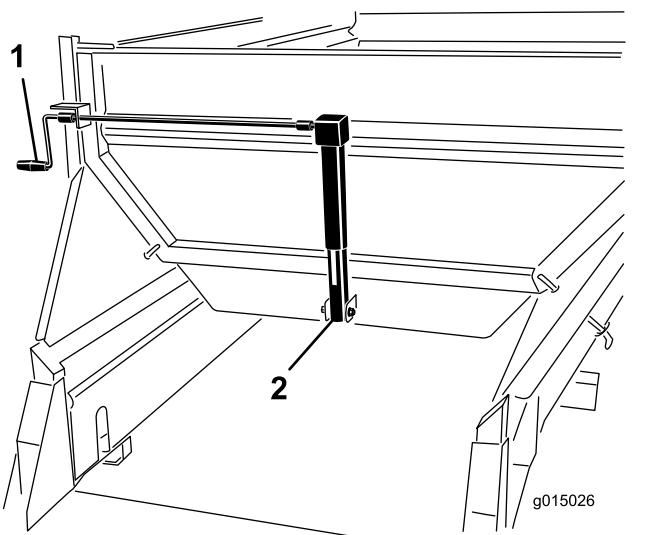

图 46
转动曲柄调节尾门 (图 46)直至箭头对准需要颜色区域的中心本例中为黄色。
- 转动曲柄调节尾门 (图 46) 直至箭头对准需要颜色区域的中心本例中为黄色。